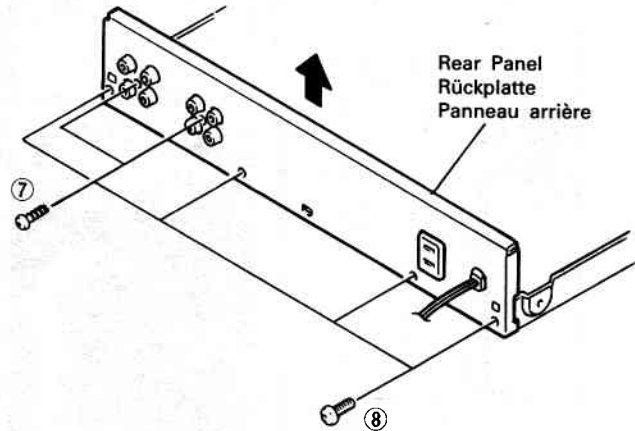

Fig. 4 Abb. 4
### 6. Rear Panel (Fig. 4)
### 6. Rückplatte (Abb. 4)
**6. Panneau arrière (Fig. 4)**